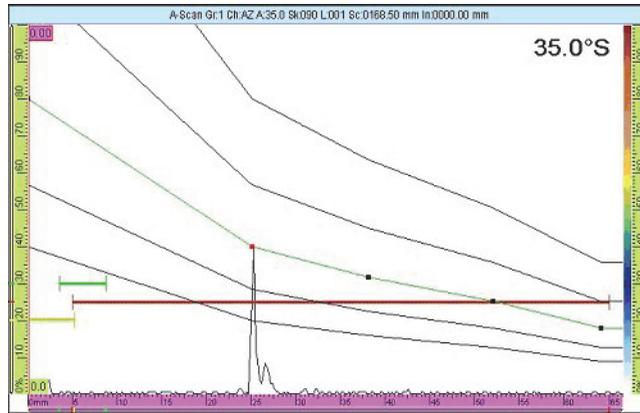

Figure 6-7 Courbe DAC placée sur le signal suivant
- b) Réglez le paramètre **Amplitude** afin de déplacer la courbe DAC sur l'amplitude de crête du signal du réflecteur (voir la Figure 6-7 à la page 183).